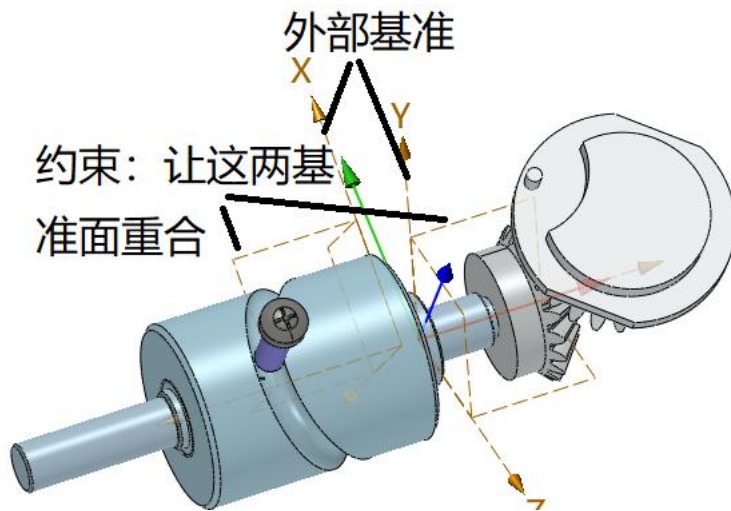

图 14-3 零件之间约束方法
(1) 输入轴与导轨轴，让它们一起动。选择输入轴和导轨轴，点击鼠标右键，弹出对话框，选择“显示外部基准”，约束方法如图 14-3 所示。